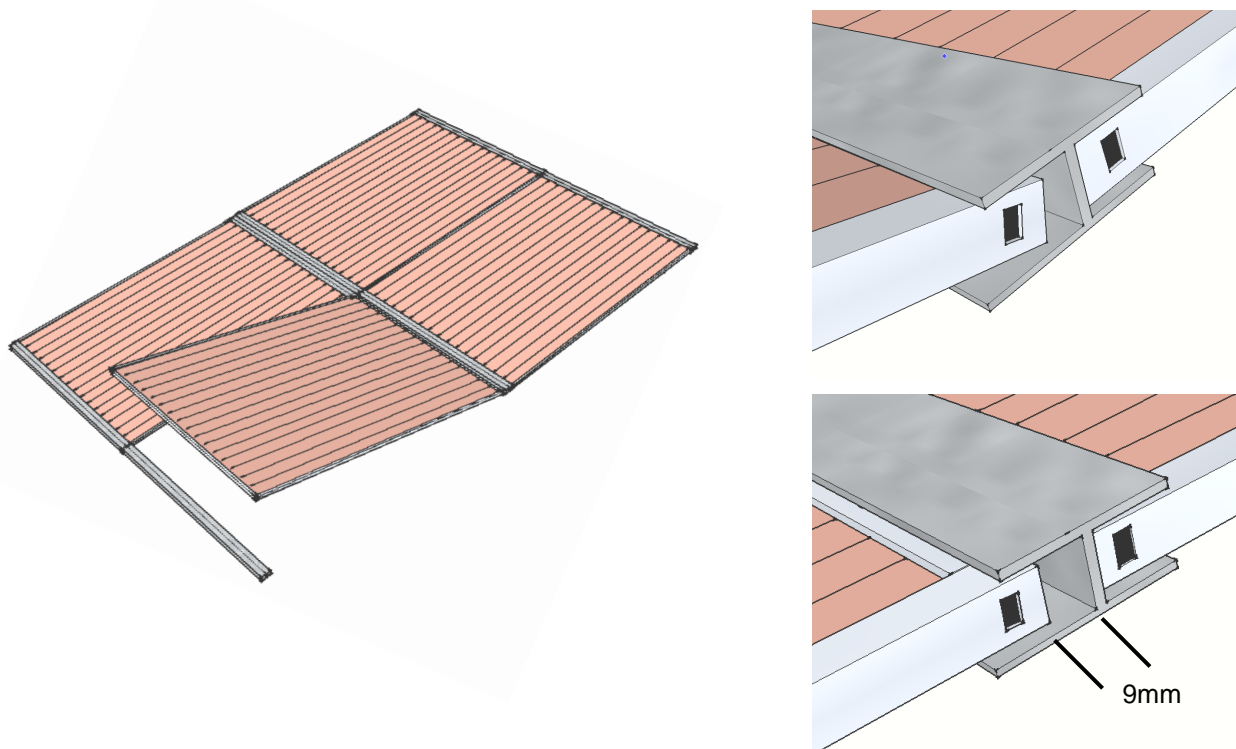

Abb.6 Befestigungsmethode mit Gleitrahmen
- Die PV Module müssen entlang die ganze kürzere Seite gehalten sein. Dazu kann ein Halterahmen wie folgt beschrieben verwendet werden. (Abb. 6):